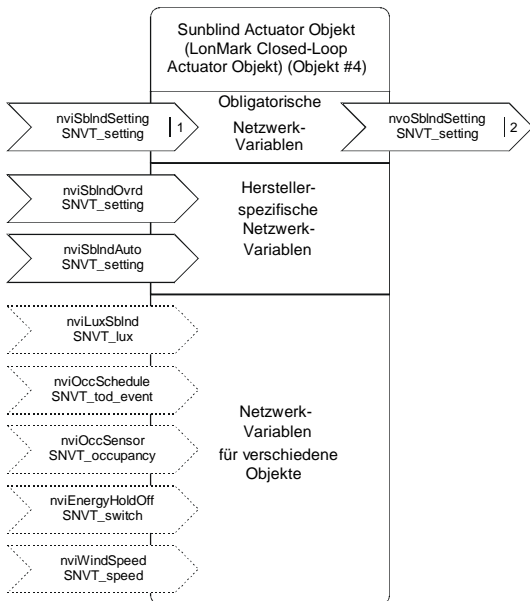

Abb. 7 Sunblind Actuator Objekt
- 1 Sunblind / Closed Loop Actuator Objekt (#4) (siehe Abb. 7). Da bisher noch kein Sonnenschutz-Objekt von LONMARK® verabschiedet ist, wurde ein allgemeines Objekt gewählt.